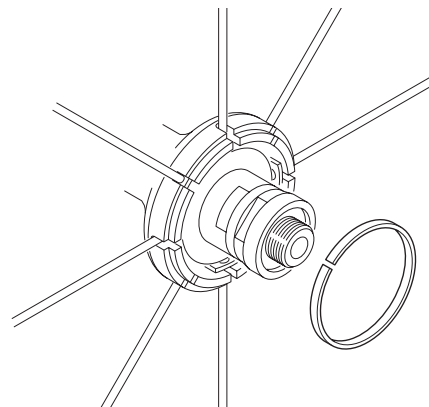

Fig. 54
- Togliete il coperchietto dal mozzo, estraete la fascetta fermaraggi (eccetto Proton) dal lato del mozzo a cui appartiene il raggio da sostituire (Fig. 54).
- Remove the hub cover and slide out the plastic spoke band (except Proton) from the hub side to which the spoke to be replaced is fitted (Fig. 54).
- Die Abdeckung von der Nabe entfernen, das Speichenhalterungsband (außer bei Proton) von der Seite der Nabe dessen Speiche ausgetauscht werden soll, herausziehen (Abb. 54).
- Enlevez le couvercle du moyeu, extrayez le collier de blocage des rayons (sauf Proton) du côté du moyeu auquel appartient le rayon à remplacer (Fig. 54).
- Quitar la tapa del buje, extraer la abrazadera sujetarradios (excepto Proton) del lado del buje al que pertenece el radio a sustituir (Fig. 54).
- Verwijder de naafafdichting en trek de plastic spaakband (behalve Proton) van de naaf aan die zijde waar u de spaak dient te vervangen (fig. 54).